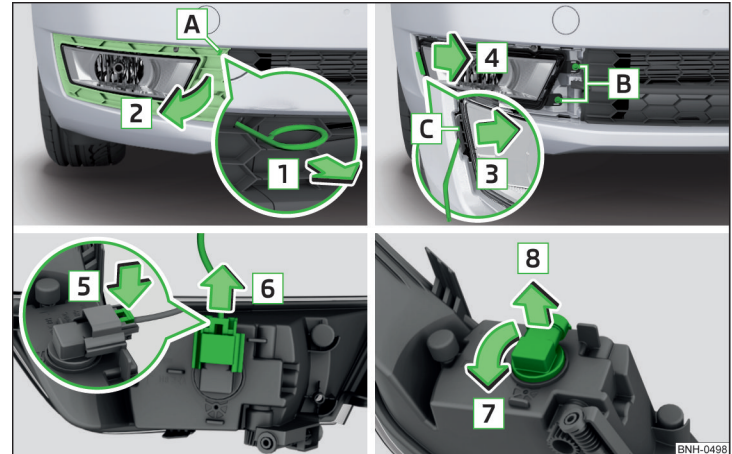

Abb. 189 Nebelscheinwerfer herausnehmen / Glühlampe wechseln
- › In die Öffnung **A** » Abb. 189 den Bügel zum Abziehen der Radvollblenden einführen.
- › Durch Ziehen am Haken in Pfeilrichtung **1** das Schutzgitter in Pfeilrichtung **2** abnehmen » Abb. 189.
- › Die Verriegelung am Stecker in Pfeilrichtung **5** drücken » Abb. 189.
- › Den Nebelscheinwerfer entgegen der Pfeilrichtung [4] » Abb. 189 einsetzen und festschrauben.